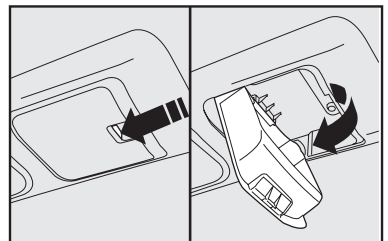

fig. 71
- En el techo del vehículo **fig. 71**.